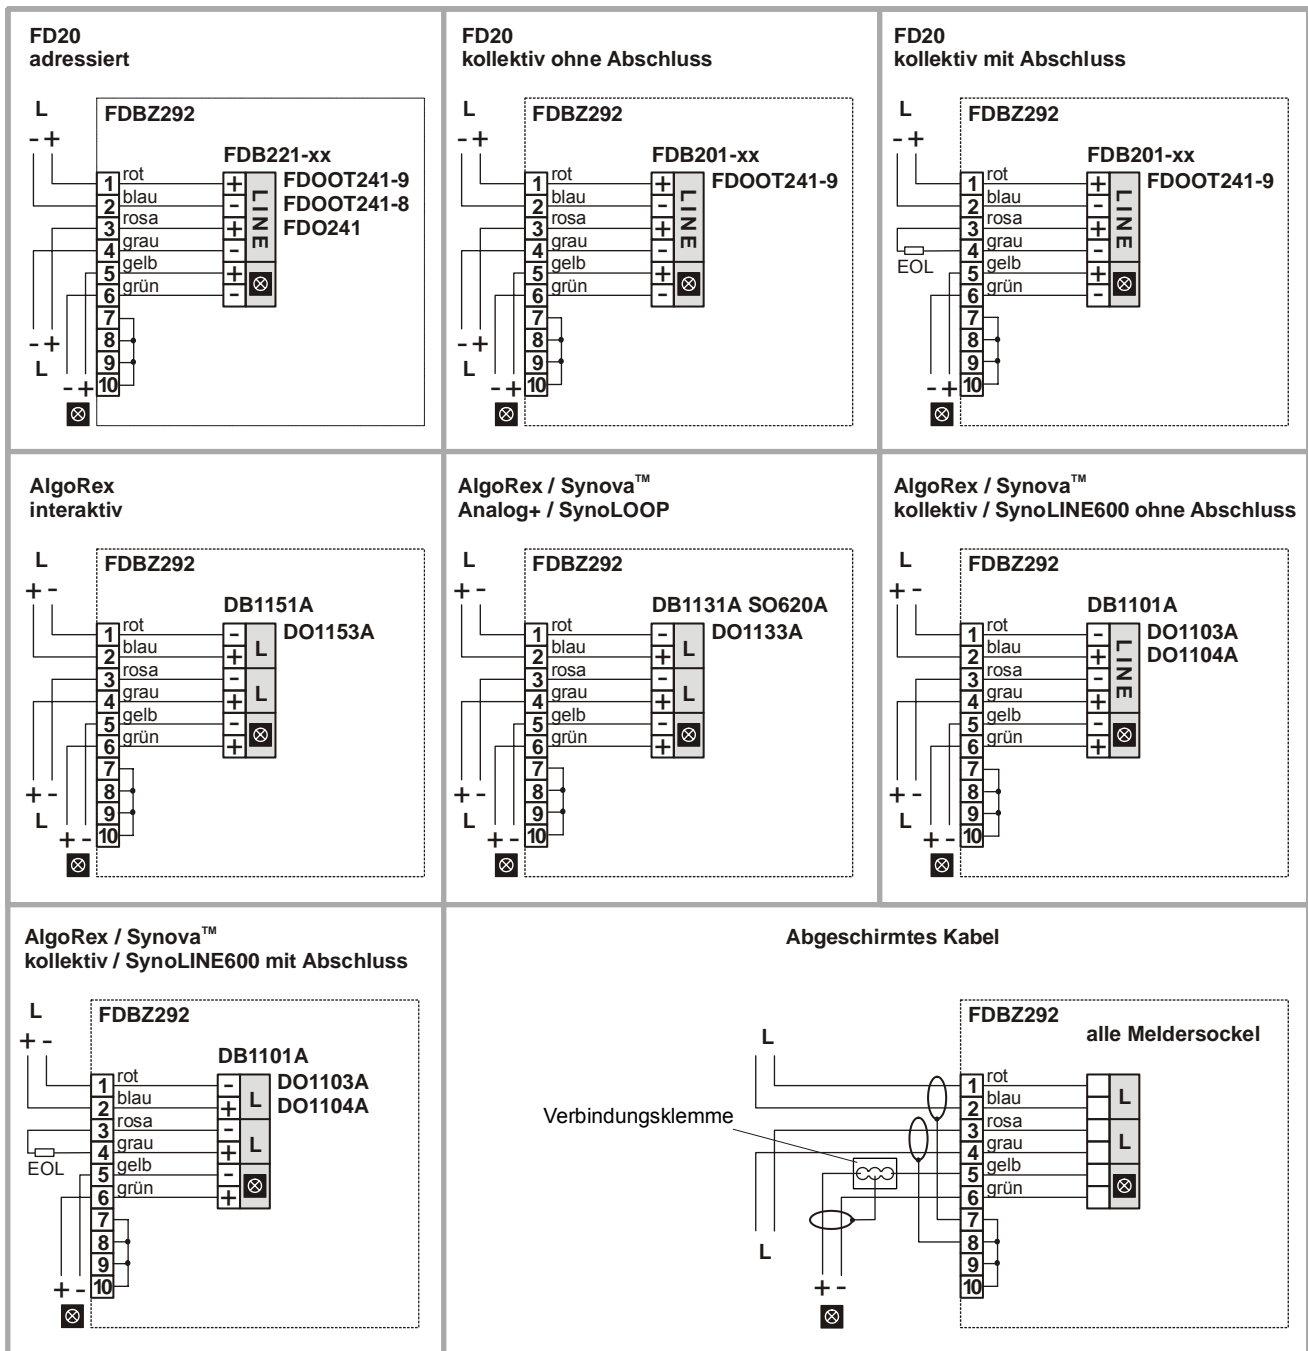

Fig. 11
2. Montieren Sie den Meldersockel in das Gehäuse. Schliessen Sie den Meldersockel gemäss Anschlussschema an (Fig. 11).
1. Schliessen Sie das Luftproben-Rauchmelder-Set an der Melderlinie an. Beachten Sie dabei die unterschiedlichen Anschlussschemas in Fig. 11 für die unterschiedlichen Melderlinien.
2. Schliessen Sie die Schirme von abgeschirmten Kabeln gemäss Anschlussschema an (Fig. 11).